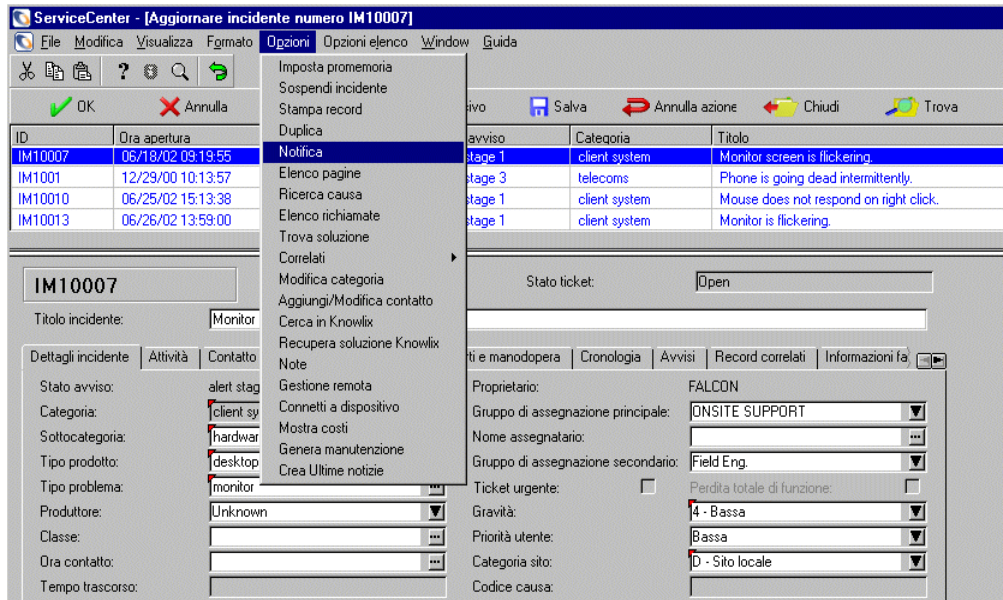

Figura 6-27: Notifica ad altri utenti di ServiceCenter
- 4 Una volta individuato il nuovo ticket, fare clic su **Opzioni > Notifica** (Figura 6-27).